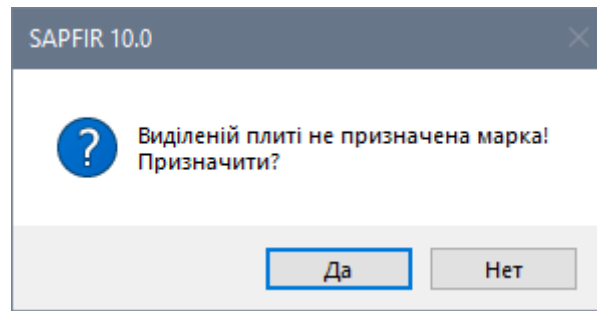

Рис. 23.44. Діалогове вікно SAPFIR 10.0
- У діалоговому вікні **SAPFIR 10.0** (рис. 23.44) натисніть кнопку **Так**.